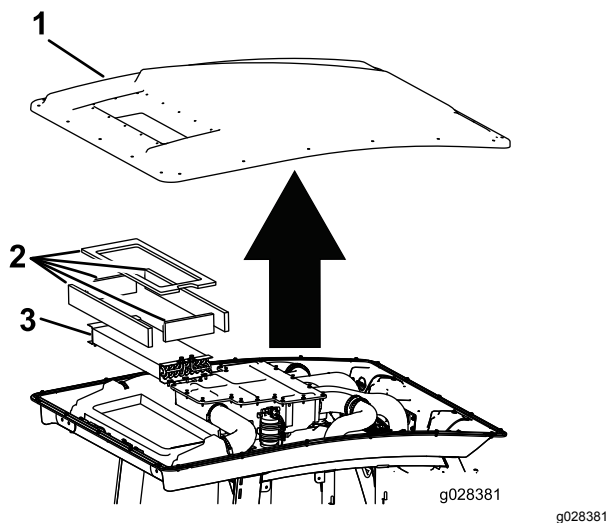

Figure 72
3. Déposez le pavillon de la cabine en retirant les 22 boulons de fixation du pavillon (Figure 72).
4. Déposez les filtres à air (Figure 72).